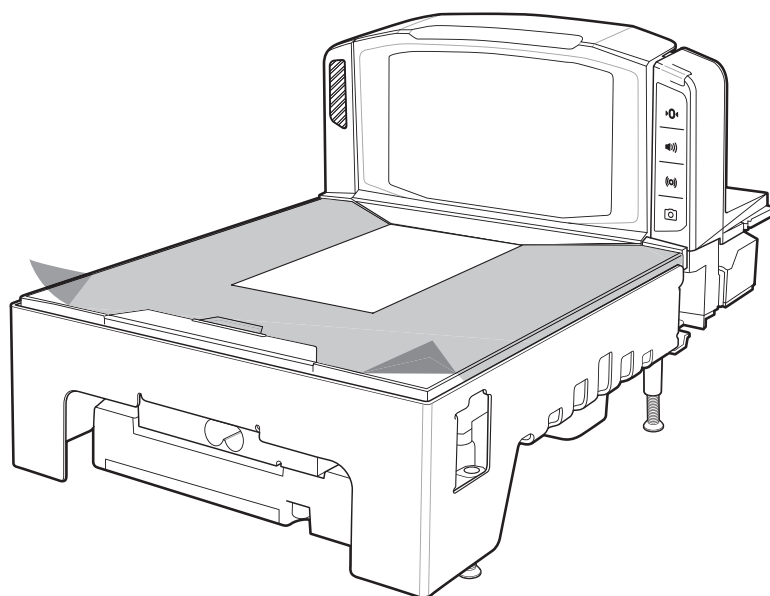

Figura 3-4 Protetor do prato
2. Para proteção adicional durante o transporte, o prato do MP70XX é revestido com uma fina camada de plástico, como mostrado na Figura 3-4. Essa camada de plástico deve ser removida antes de colocar a unidade em funcionamento. (No caso de um modelo com balança, um pouco antes da calibração da balança, e, no caso de um modelo sem balança, como a etapa final de instalação)